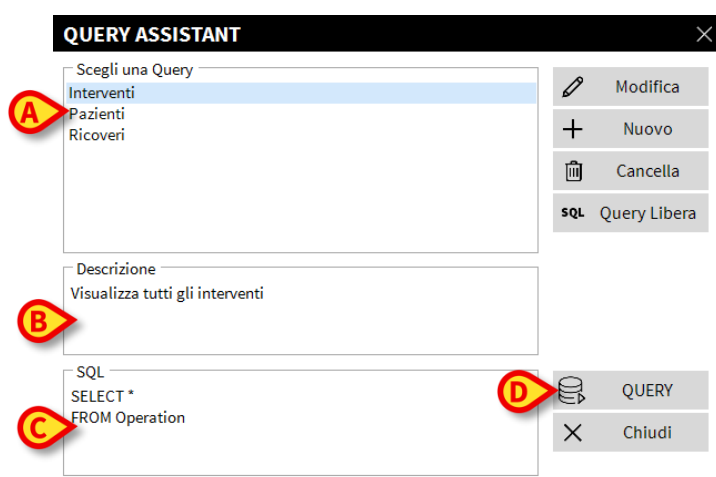

Fig 34
Il nome apparirà evidenziato (Fig 34 **A**).
Apparirà, nell'area "Descrizione" (indicata in Fig 34 **B**) una descrizione testuale della *query*. Nell'area "SQL" (indicata in Fig 34 **C**) apparirà il contenuto della *query* in linguaggio SQL (Structured Query Language).
- cliccare il pulsante **Query** presente sulla finestra (Fig 34 **D**).